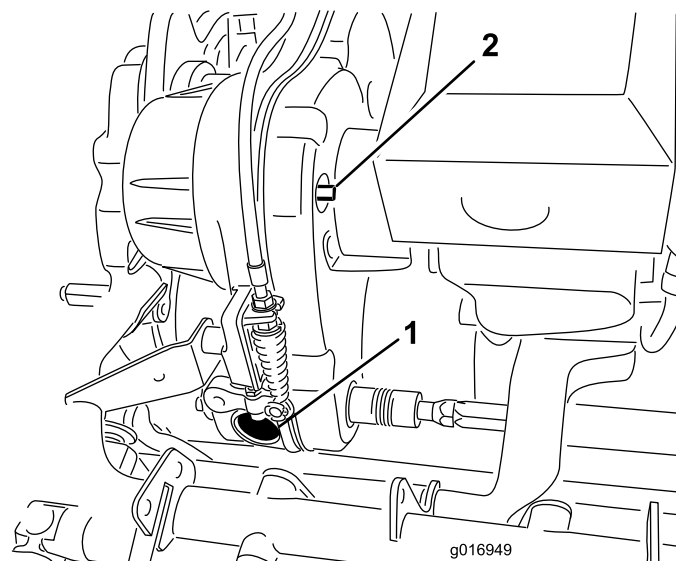
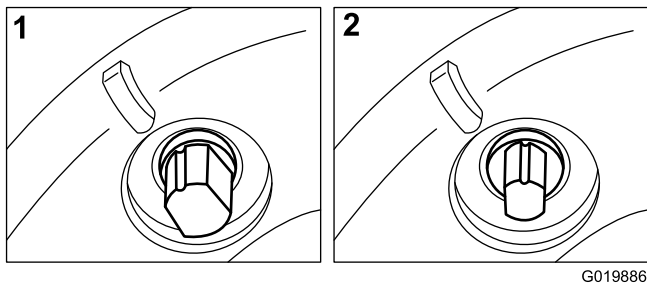

図 43
図 44
クラッチへのアクセスが必要な場合には、トランスミッションの正面についているゴム製のプラグを外す(図 43)。
トランスミッションのベルトはスプリング付きのアイドラプーリで張りを出しています。ベルトの張りをなくしたい場合には、3/8 インチのレンチで入・切シャフト(図 43)を適当な位置まで回してください。シャフトを右に 1/4 回転させるとアイドラがベルトから外れてきます(図 44)。
**注** トランスミッションの正面についているゴム製のプラグ（図 43）を外すと、クラッチの歯を確認することができます。